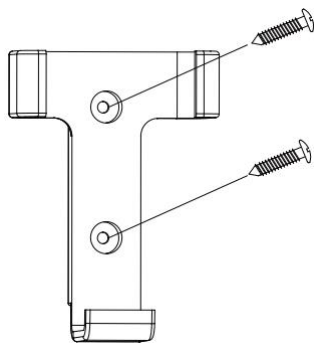

Fig. 12a
1. Zoek een gepaste muur of oppervlak om de houder voor de afstandsbevestiging aan vast te maken met de 2 schroeven. (Afb.12a).